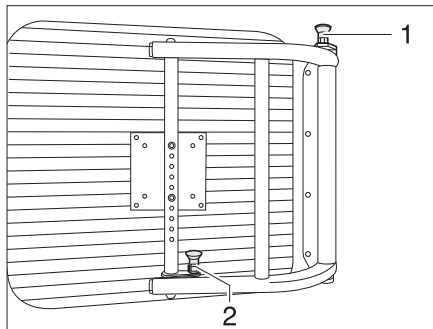

Fig. 8 Soporte con brazo giratorio
- Girar la pantalla plana de regreso a la posición inicial hasta que los dos botones de desbloqueo (Fig. 8,1 y 2) engatillen.